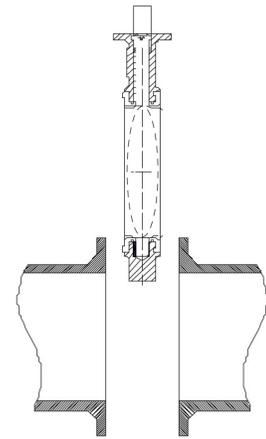

图1 Figure1
- 对齐管路，并确保全开阀门时，阀体与法兰面无实际的表面接触(图1)；
Align the piping, make sure valve disc does not contact the flange surfaces(Figure 1).